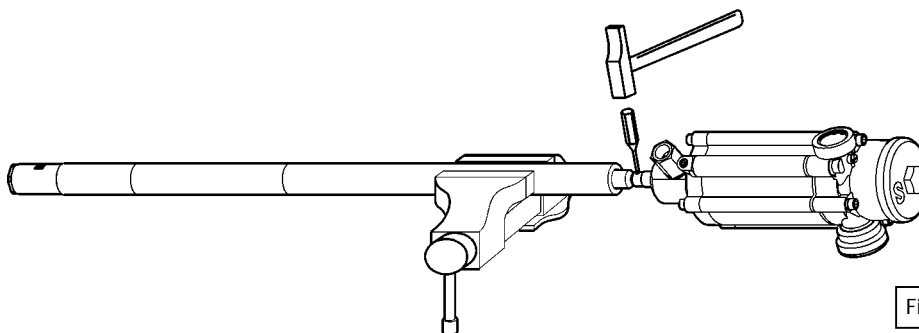

Fig. 5
3. Remove the pin and unthread the rod (43) until it is loosened (Fig. 5).
3. Quitar el pasador(34) con botador y desenroscar el eje de conexión (43) hasta soltarse (Fig. 5).
3. Retirer le goujon (34) à l'aide d'un repoussoir et desserrer l'axe de connexion (43) jusqu'à ce que ce dernier se lâche (Fig. 5).
3. Den Stift entfernen und die Gewindestange (43) abschrauben, bis sie abnehmbar ist (Bild 5).